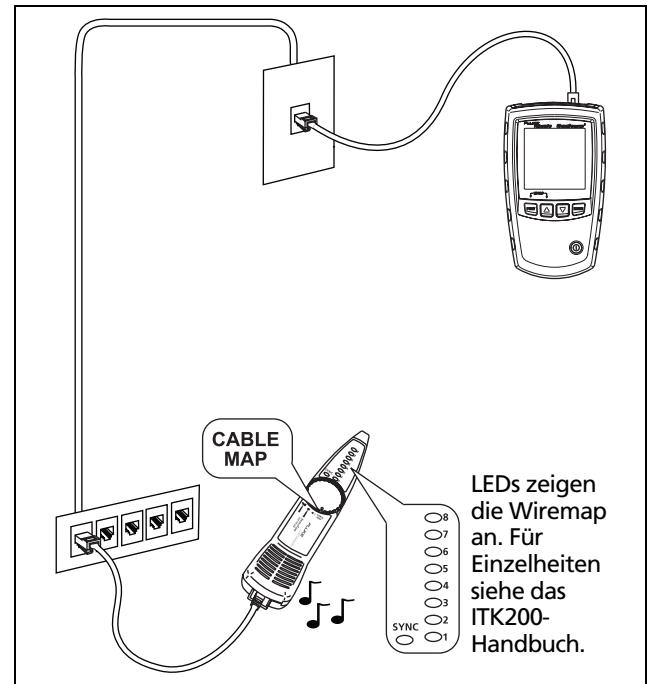

Abbildung 27. Verwendung des Toners mit der IP200 IntelliTone-Kabelbelegungsfunktion
- 3 Den Tester und den Probe/Empfänger gemäß Abbildung 27 an die Verkabelung anschließen.
- 4 **MODE** drücken, bis (IJ) auf der Anzeige erscheint. IntelliTone-Modus wird durch **IntelliTone** und einlaufendes Muster von Einsen und Nullen auf der Anzeige angezeigt. Siehe Abbildung 27.